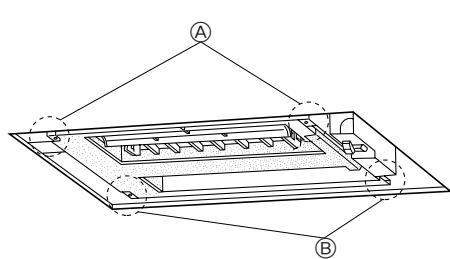

Fig. 5-2
5.2. 在安装到位置前进行检查 (Fig. 5-2, 3)